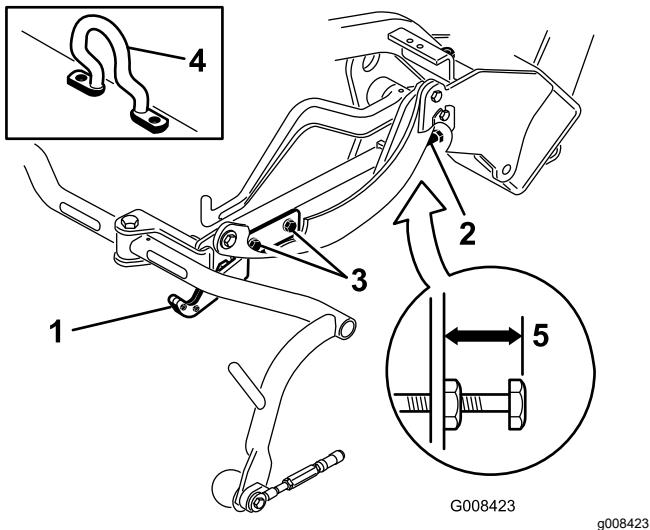
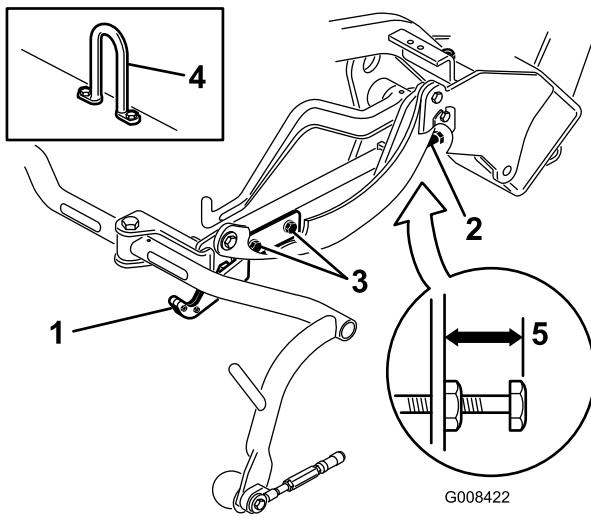
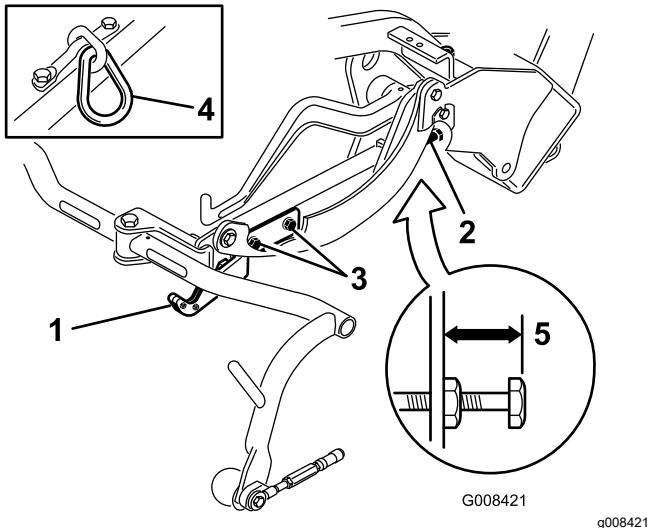

Bild 10
Bild 12
Bild 11
Prüfen Sie die Transporthöhe (Bild 11 und Bild 12) und stellen Sie diese ggf. ein.
2. An Schneideeinheiten, die einen Versatzhubhaken haben (Bild 10, Einsatz) müssen Sie darauf achten, dass der Abstand von der Oberkante der Einstellschraube am Trägerrahmen bis zur Rückseite des Trägerrahmens 25 mm beträgt. Sollte der Abstand nicht 25 mm sein, gehen Sie auf Schritt 4.
3. An Schneideeinheiten, die ein Kettenglied oder einen geraden Hubbaken haben (Bild 11 und Bild 12, Einsätze) müssen Sie darauf achten, dass der Abstand von der Oberkante der Einstellschraube am Trägerrahmen bis zur Rückseite des Trägerrahmens 22 mm beträgt. Sollte der Abstand nicht 22 mm sein, gehen Sie auf Schritt 4. Wenn die Schneideeinheit mit einem Versatzhublenker (Bild 10) ausgestattet ist, gehen Sie auf den nächsten Schritt.
- 4. Lockern Sie die Befestigungsschrauben an der Transportplatte (Bild 11, Bild 12 und Bild 10).
- 7. Wenn die Trägerrahmen nicht dieselbe Höhe aufweisen, lösen Sie die Klemmmutter an der Einstellschraube des Trägerrahmens (Bild 10, Bild 11 und Bild 12). Drehen Sie die Schraube raus, um den Trägerrahmen anzuheben, oder drehen Sie die Schraube rein, um ihn abzusenken. Ziehen Sie die Klemmmutter wieder an, nachdem Sie die korrekte Höhe eingestellt haben.